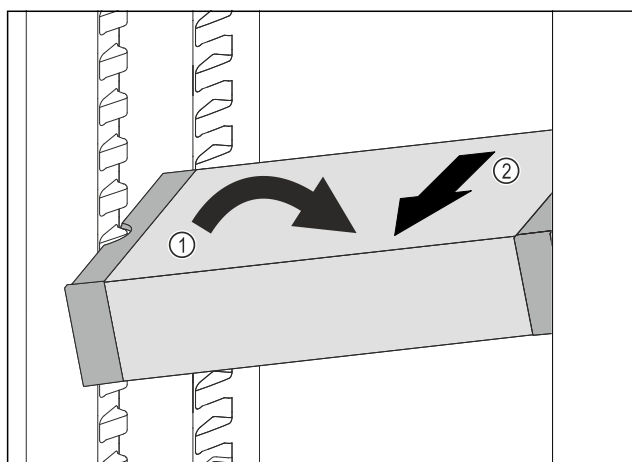

Fig. 152
- Наклонете VarioSafe в хладилната част. Fig. 152 (1)
- Извадете VarioSafe напред. Fig. 152 (2)